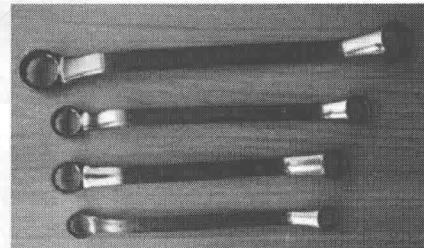

图 1-7 梅花扳手
③使用注意事项。
(2) 梅花扳手，如图 1-7 所示。
① 结构与功用。